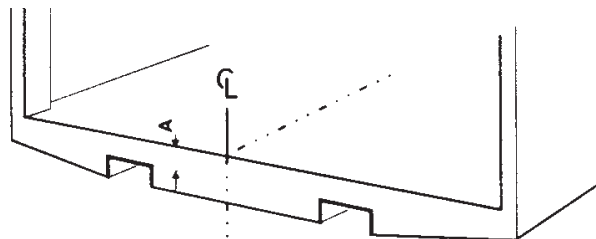

Imagen 18. Medir y marcar el punto central en la barra trasera del vehículo
1. Medir y marcar el punto central en la barra trasera del vehículo. Véase Imagen 18.